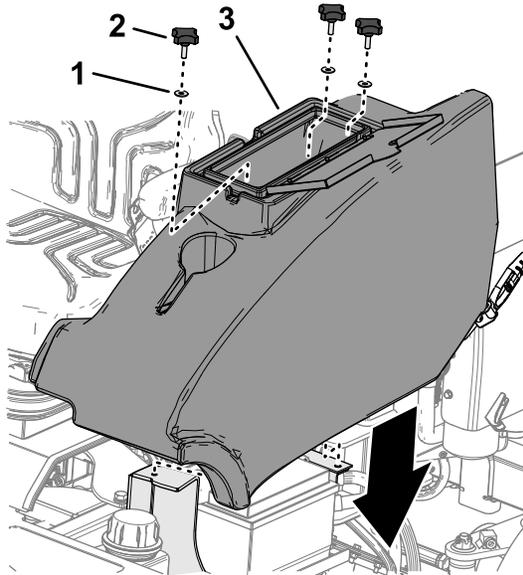

Figura 48
2. Monte o compartimento de armazenamento na máquina com os três manípulos e três anilhas (Figura 48).